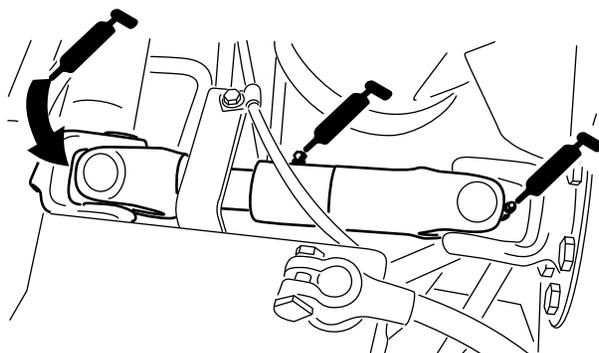

Рисунок 43
- Универсальный шарнир приводного вала насоса (3) (Рисунок 43)